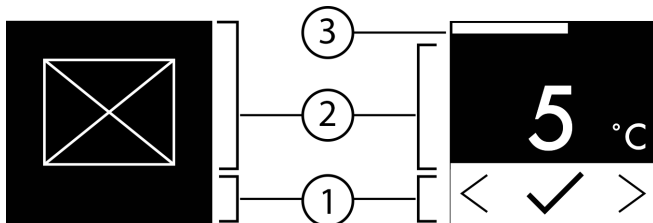

Fig. 6
- ▷ Состояние: активировано Fig. 6 (1) появляется ненадолго в Подменю ().